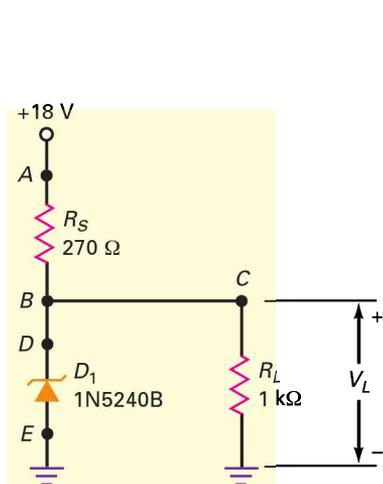

Figure 5.48
La grille de dépannage de la figure 5.48 indique les valeurs des tensions à chaque point A, B, C et D du circuit et les conditions de fonctionnement de la diode D1 pour les diverses pannes T1 à T8. La première ligne donne les valeurs à chacun des points du circuit en fonctionnement normal.
- 5.36** Trouvez d'où proviennent les pannes 1 à 4 dans la figure 5.48.
- 5.37** Trouvez d'où proviennent les pannes 5 à 8 dans la figure 5.48.
Pour ce chapitre, les fichiers sont intitulés **MTC05-38** à **MTC05-42** et correspondent au circuit de la figure 5.48.